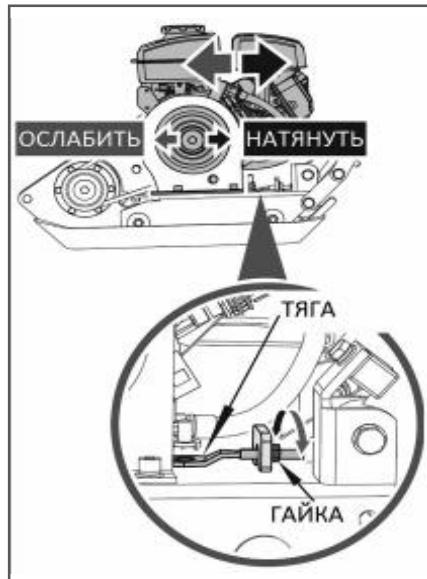

Рис. 30 Регулировка натяжения ремня T-50
4. При необходимости, произведите регулировку натяжения ремней. Регулировка натяжения ремней осуществляется: для натяжения ремней - перемещением двигателя от вибратора; для ослабления ремней - перемещением двигателя к вибратору. Для ослабления или натяжения ремня на виброплите T-50: — ослабьте затяжку болтов и гаек крепления двигателя к раме; — для натяжения ремня закрутите гайку тяги натяжного устройства (Рис. 30); — для ослабления ремня открутите гайку тяги натяжного устройства и сдвиньте двигатель к вибратору (Рис. 30).